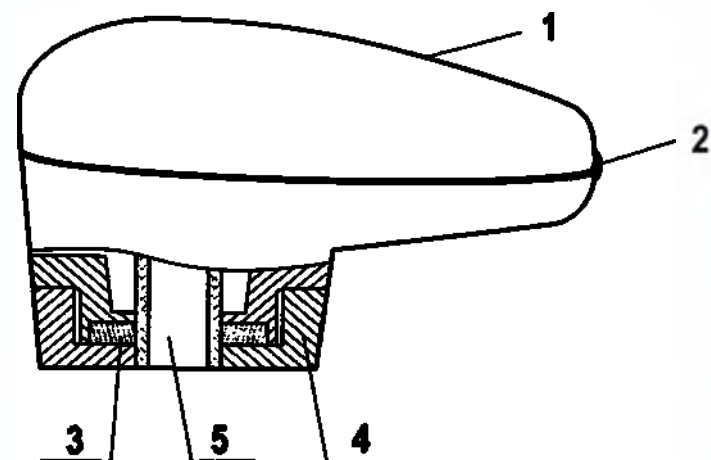
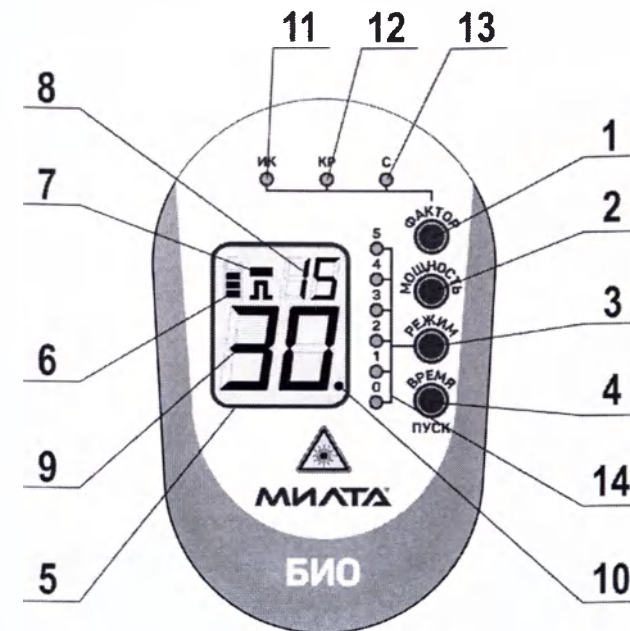
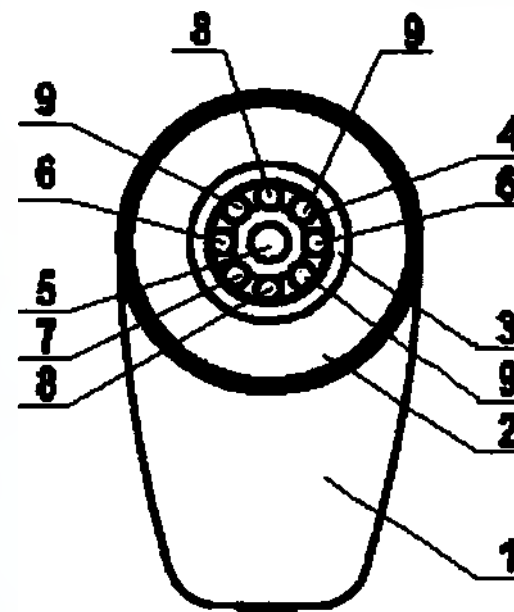

Рис. 2. Терминал аппарата (вид сбоку).
Рис. 3. Терминал (вид сверху).
Рис. 4. Терминал (вид снизу).
5.1.3. Терминал обеспечивает физиотерапевтическое воздействие на пациента. Терминал (рис. 2) состоит из корпуса 1 и гайки 4. Внутри корпуса терминала размещены: разъём 2 для подключения сетевого адаптера, съёмный постоянный магнит 3 и камера 5, содержащая (рис. 4) лазер 5, два инфракрасных светодиода 6, фотодиод 7, два красных светодиода 8 и 3 синих светодиода 9. На верхней крышке корпуса терминала (рис. 3) размещены: кнопка 1 установки факторов воздействия «ФАКТОР» - инфракрасное, красное или синее светодиодное излучение, кнопка 2 установки уровня мощности лазерного излучения «МОЩНОСТЬ», кнопка 3 выбора частотного режима излучения лазера «РЕЖИМ» и кнопка 4 ввода аппарата в активный режим, установки времени излучения, запуска и остановки излучателей «ВРЕМЯ/ПУСК». Мощность излучения лазера отображается на табло 8 цифрового индикатора 5, а выбранный частотный режим повторения импульсов лазера - светодиодами 14. Требуемое время излучения устанавливается кнопкой 4 и отображается на табло 9 индикатора 5. На табло 6 значком батарейки отображается степень зарядки аккумулятора. Переход аппарата в неактивный режим, когда на индикаторе отображается только степень заряда аккумулятора, происходит автоматически через 25-30 секунд после окончания лечебной процедуры, если в течение этого времени не нажата ни одна из кнопок на аппарате. Переход в «спящий» режим происходит автоматически по истечении следующих 30-40 секунд, если в течение этого времени не нажата ни одна из кнопок на аппарате.
5.2.2. Аппарат включается нажатием кнопки 4 «ВРЕМЯ/ПУСК» (рис. 3). При этом на лицевой панели терминала загораются один из индикаторных светодиодов 14, один из светодиодов 11, 12 или 13 и включается цифровой индикатор 5.
- 7.4. При работе от сети и (или) для подзарядки аккумулятора подключите сетевой адаптер к терминалу при помощи разъёма и включите вилку сетевого адаптера в сеть. Для работы в автономном режиме перейдите к п.7.5. Процесс подзарядки аккумулятора отображается «бегущей» индикацией индикаторных диодов 14 (рис. 3). Состояние заряженности аккумулятора отражается в соответствии с п. 5.1.5. По мере достижения полного заряда аккумулятора аппарат самостоятельно прекратит подзарядку. После этого можно отключить сетевой адаптер от сети и от терминала.
8.9. В аппарате предусмотрена возможность отключения любого из факторов воздействия. Для отключения инфракрасных, красных или синих светодиодов выключите кнопкой 1 «ФАКТОР» индикаторные светодиоды 11, 12 и 13. Для отключения лазера установите кнопкой 3 «РЕЖИМ» значение «0» на светодиодном индикаторе 14. Для работы без магнитного поля отверните гайку 4 терминала (*рис. 4*), выньте магнит 3, заверните гайку 4. Дальнейший порядок работы осуществляется в соответствии с п.п. 8.1-8.8.